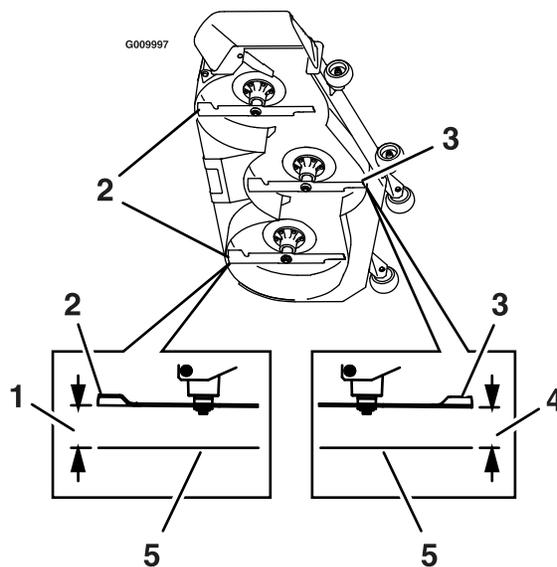

Рисунок 76
- Измерьте расстояние от горизонтальной поверхности до передней кромки среднего ножа (Рисунок 76).